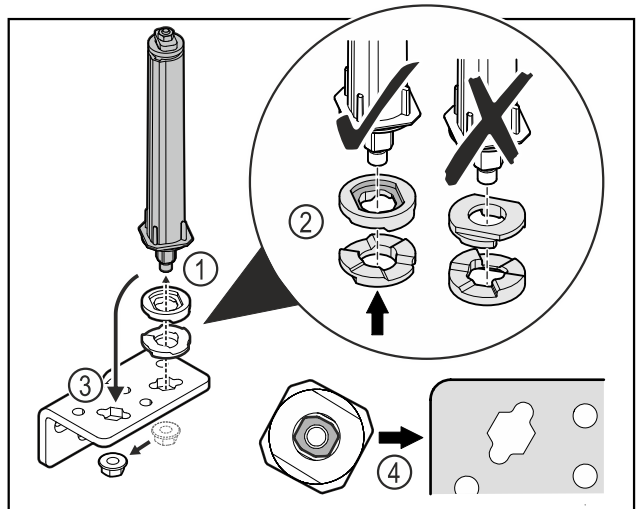

Fig. 27
- Moer losdraaien en deursluitsysteem verwijderen Fig. 27 (1).
- De correctie uitlijning van de hoogte-instelschijven in acht nemen Fig. 27 (2).
- Deursluitsysteem in de scharnierhoek verplaatsen en met de moer vastzetten Fig. 27 (3).
- Bij het plaatsen de correcte uitlijning van het deursluitsysteem in acht nemen Fig. 27 (4).